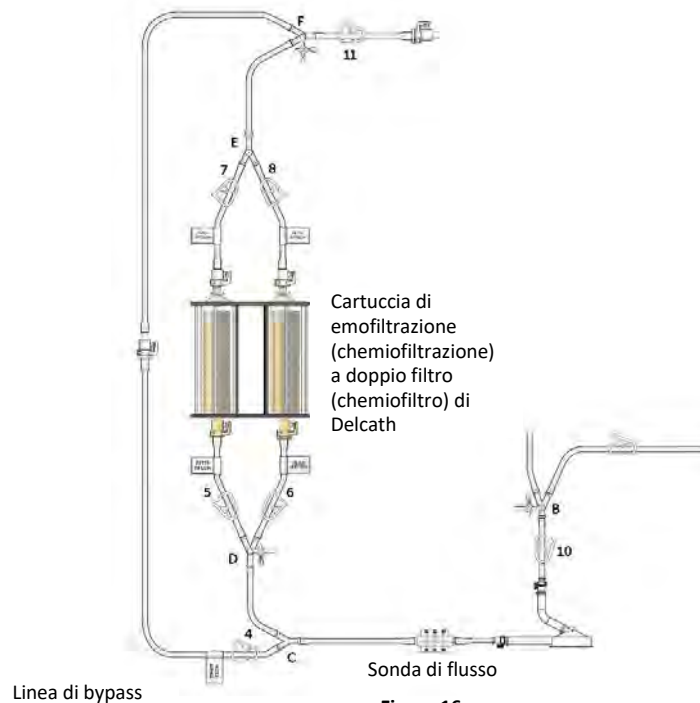

Figura 16
- (a) Chiudere il morsetto 4 e aprire i morsetti delle linee di ingresso dei filtri (5 e 6). Successivamente, aprire i morsetti delle linee di uscita dei filtri (7 e 8) e il morsetto della linea di uscita del circuito (11) (vedere la Figura 16). Infine, regolare il flusso della normale soluzione fisiologica eparinata nel filtro a una velocità di circa 0,5 litri/minuto. Nota: qualora si utilizzi un sistema a gravità, è necessario impiegare una pinza emostatica per regolare la velocità.